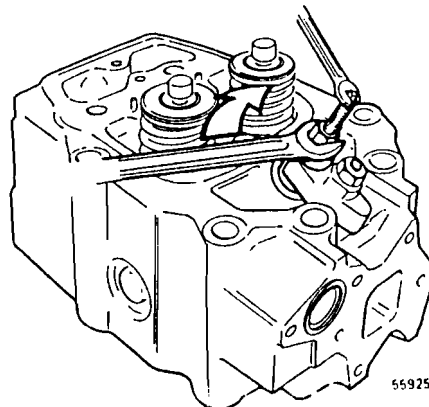

Fig. 86
- 16 Introducir la herramienta de abocardar con el yugo de fijación del inyector y la tuerca hasta que el manguito llega al fondo de la culata, véase fig. 86. Sujetar el vástago de la herramienta y hacer girar la tuerca grande de forma que el macho de abocardar pase a través de la parte inferior del manguito de cobre. Girar la tuerca hasta que el vástago se desprenda del manguito de cobre. Extraer el vástago y quitar la herramienta de la culata.